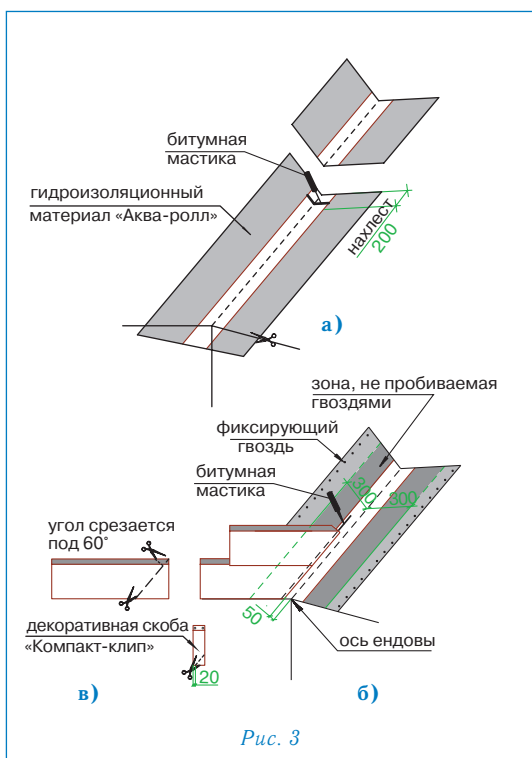

Рис. 3
Ендова (рис. 3)
- ровно по центру ендовы расстилается специальный рулонный материал «Аква-ролл», фиксируется в верхней части двумя гвоздями и обрезается в нижней части по линии карниза (рис. 3а);
2. «Аква-ролл» укладывается с нахлестом 20 см, место нахлеста тщательно обрабатывается битумной мастикой (рис. 3а).
- непосредственно перед укладкой в ендову черепицы, защитная пленка с лицевой стороны «Аква-ролла» снимается и на самоклеящуюся поверхность укладываются листы черепицы, обрезанные в соответствии с заранее отбитыми линиями (рис. 3б).
- Внимание: 1.** Необходимо также подрезать верхний уголок обрезанного края листа (см. рис. 3в) для правильного стока воды.
2. Крепление обрезанного листа к медной части «Аква-ролла» осуществляется при помощи сплошной полосы битумной мастики (рис. 3б).
4. В случае, если скоба «Компакт-клип» приходится на место обреза листа, можно либо обрезать накладку, оставив минимум 2 см в нижней части (рис. 3в), либо произвести укладку листов без использования накладки.